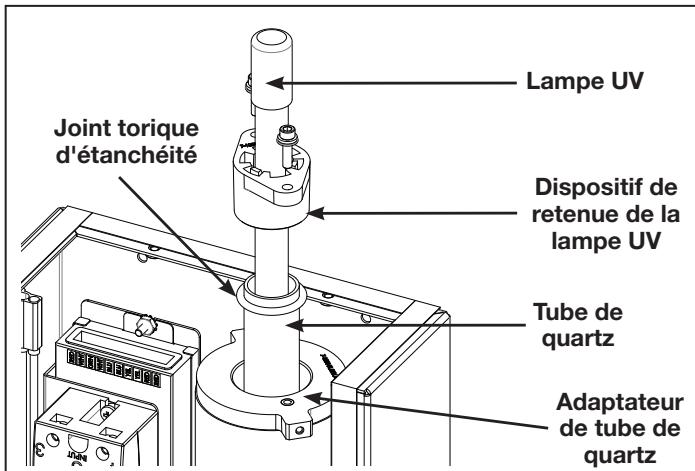

Figure 8. Retrait de la lampe et du tube de quartz
Suivre les instructions ci-dessous pour le remplacement de la lampe UV et se reporter à la Figure 8.
4. Saisir les fils de la lampe UV et tirer doucement jusqu'à ce que le haut de la lampe UV ait dépassé les languettes de retenue de la lampe. Voir la Figure 8.